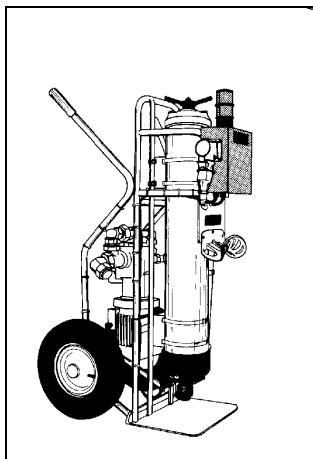

Fig. 1
**SCHWING ofrece grupos filtradores apropiados (Fig. 1).**